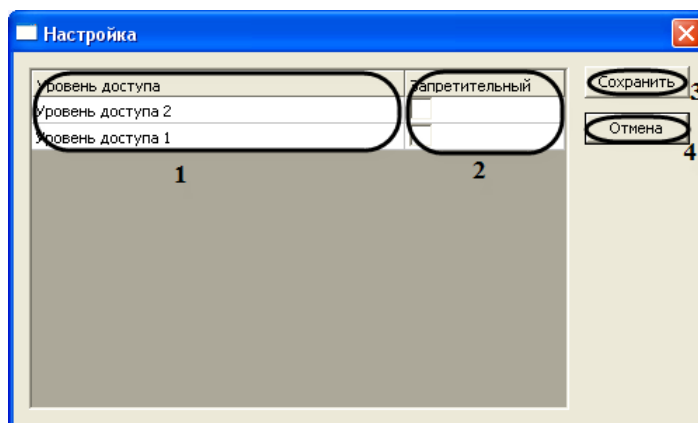

Рис. 3.3—8 Настройка уровней доступа
Примечание. В столбце **Уровень доступа** отображаются уровни доступа, созданных в программном комплексе ACFA Intellect (см. Рис. 3.3—8, 1).
3. Для запрета уровня доступа необходимо установить флажок в соответствующей ячейке столбца **Запретительный** (см. Рис. 3.3—8, 2).